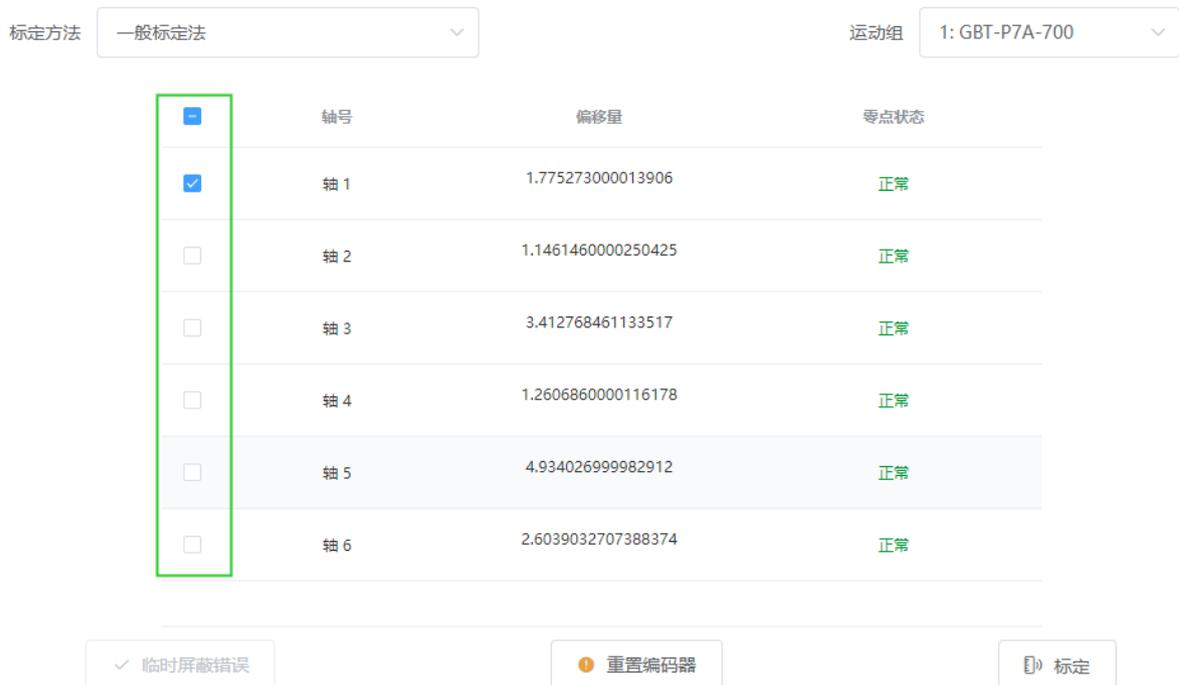

图 7.5 选择单轴界面
4. 通过点击轴号前的框，即可选择所有要标定的轴 7.4 所示；或者可以单独选择要标定的轴如图 7.5 所示。